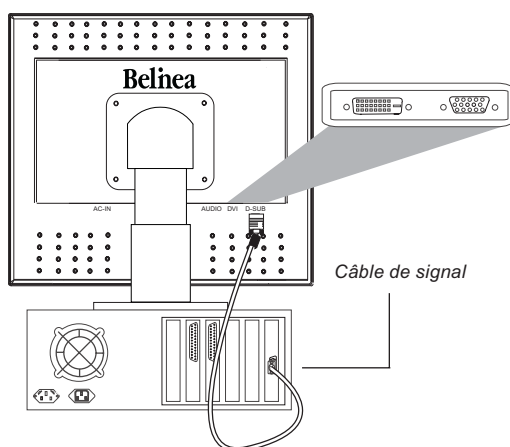
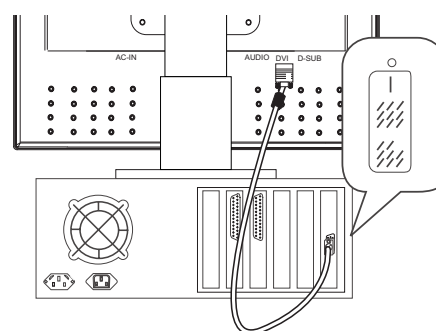

Figure 2a. Raccordement du moniteur au PC
Figure 2b. Connexion via l'interface DVI-D
2. Connectez le câble à 15 broches du signal vidéo à au moniteur et au PC (voir fig. 2a).
3. Si vous utilisez une carte graphique dotée d'un connecteur DVI-D numérique (connecteur à 24 broches), connectez une extrémité du câble DVI-D (non fourni) au moniteur (voir fig. 2b) et l'autre extrémité au PC.
Utilisez la touche **▼** (② dans la figure 4) pour sélectionner le signal d'entrée. Le moniteur propose les options de connexion suivantes : carte vidéo analogique via le port Mini-D-SUB à 15 broches (voir figure 2a) et la carte vidéo numérique via le port DVI-D (voir figure 2b).